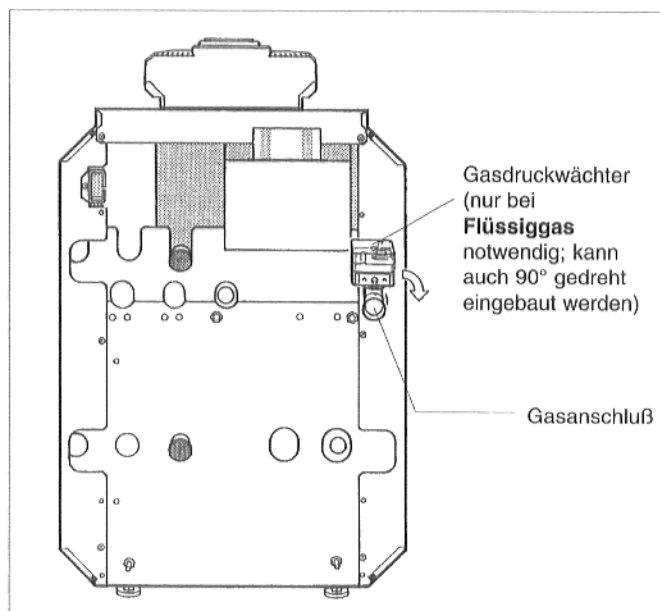

Abb. 23: Gasanschluß
- Gasanschluß nach TRGI bzw. TRF vornehmen. Die Gasleitung ist spannungsfrei am Gasanschluß anzuschließen (Abb. 23).
- Bei **Flüssiggas** den mit den Umstellteilen gelieferten Gasdruckwächter unmittelbar am Gasanschluß des Heizkessels mit der Einstellscheibe nach oben oder nach außen in der Gasleitung eindichten (Abb. 23), dabei mitgelieferten Reduziernippel verwenden, Anschlußleitung neben der Gasleitung durch die Kesselrückwand und innen an der rechten Seitenwand entlang zum Regelgerät führen und elektrischen Anschluß nach Schaltplan herstellen.